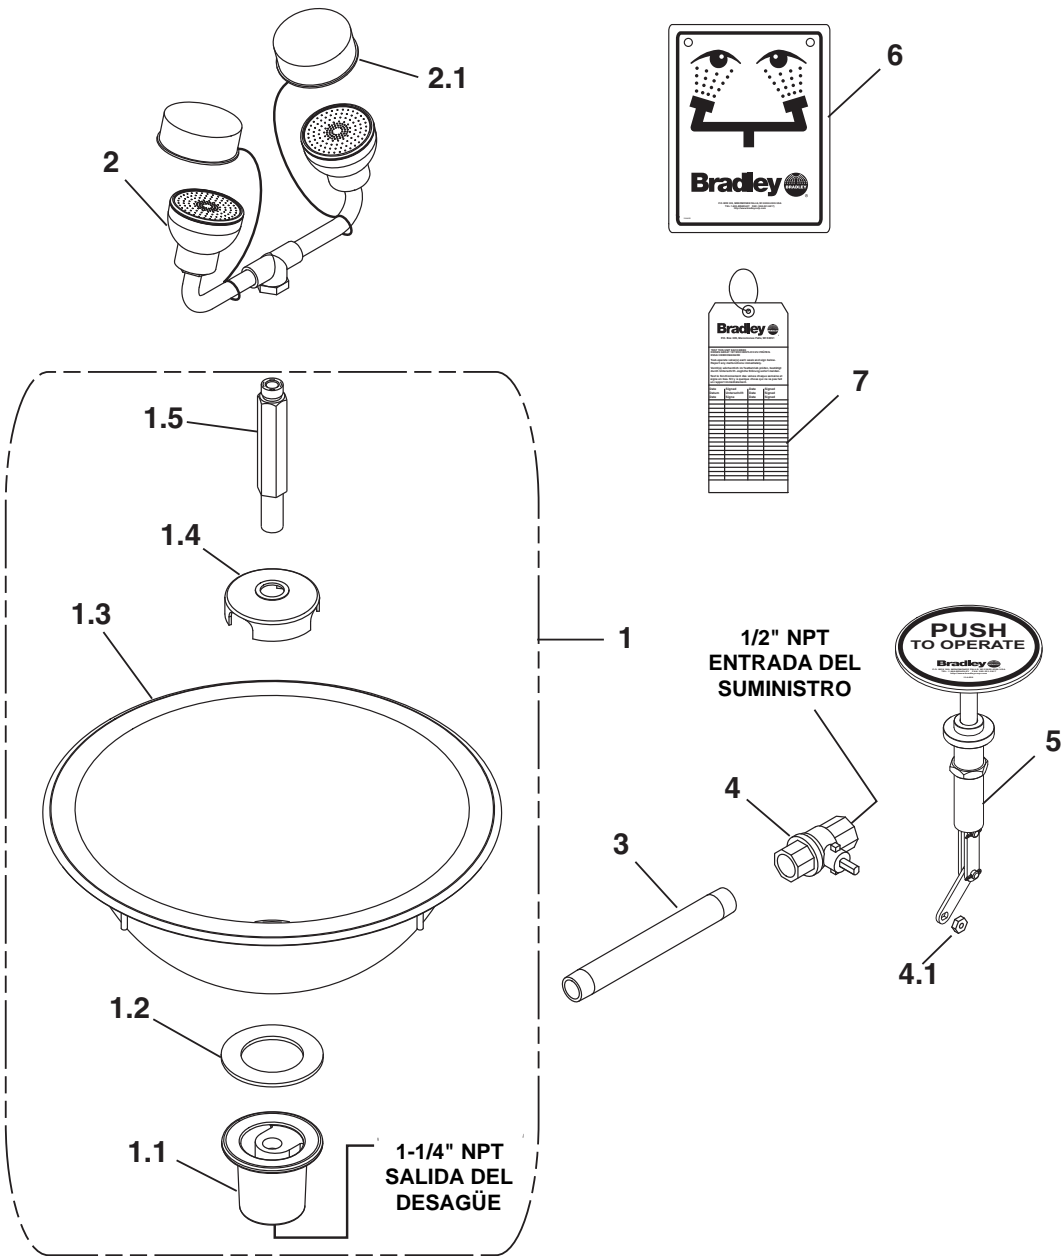

Figura 2
1. Montar la válvula y el tubo como se muestra en la Figura 2, página 10, y conectar al conjunto del receptor.